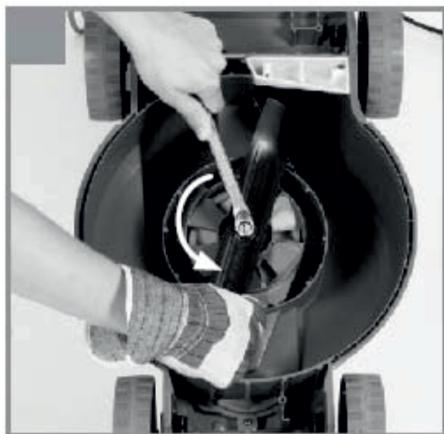

Рис. 12
- Удерживая нож, открутите болт крепления ножа (рис. 12)